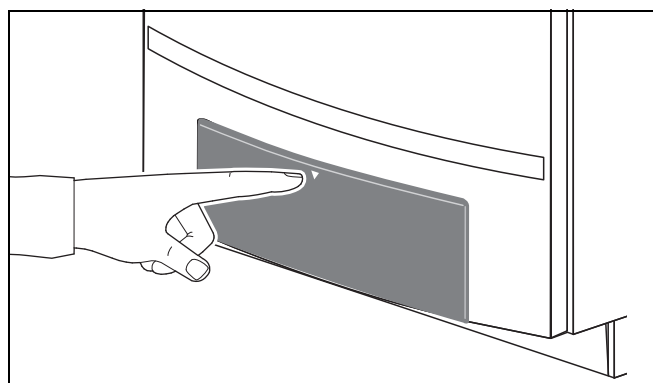

Fig. 94 Închideți tabloul de comandă
- Închideți tabloul de comandă prin apăsare (fig. 94, pagina 65).
- Închideți tabloul de comandă prin apăsare (fig. 94).